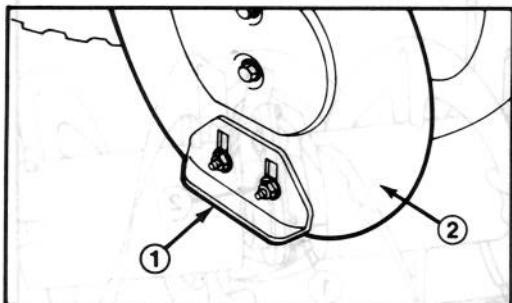

Figure 20
1. Disposez la déneigeuse sur une surface plane et de niveau. Desserrez ensuite les quatre écrous à collet à vis (Fig. 20) fixant les deux patins aux plaques latérales du logement de tarière. Les patins doivent pouvoir coulisser vers le haut et vers le bas.
3. Desserrez les quatre écrous à collet (Fig. 20) retenant les patins aux plaques latérales du logement de tarière. Descendez ensuite les patins pour que la tarière soit aussi loin que possible de la surface plane et de niveau, puis resserrez les écrous à collet.